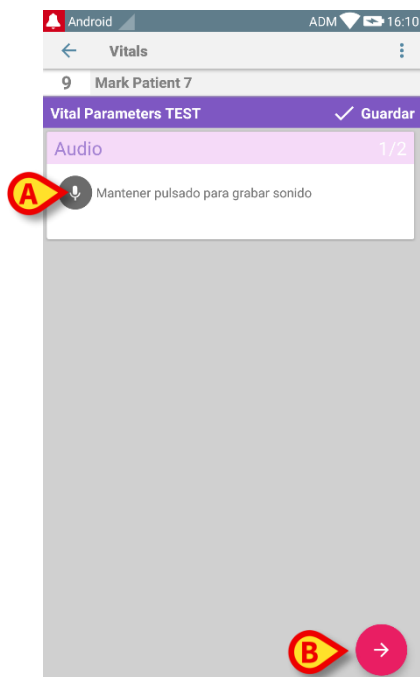

Fig 60
Se abrirá la siguiente pantalla, que permite grabar un archivo de sonido (Fig 60).
- mantener pulsado el botón indicado en Fig 60 **A**.
- tocar el icono  en el ángulo inferior derecho de la pantalla (Fig 60 **B**).